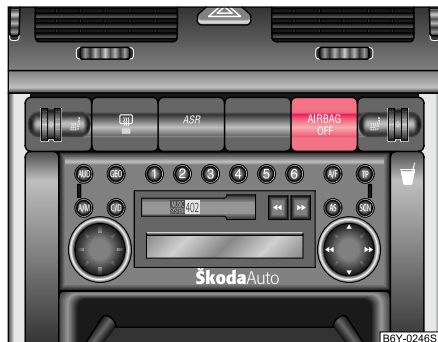

Fig. 106 Témoin de contrôle pour la désactivation de l'airbag du passager avant
- Le contact étant mis, vérifiez si le témoin de contrôle de l'airbag **AIRBAG OFF** s'allume au centre du tableau de bord ⇒ fig. 106.
- Le contact étant mis, vérifiez si le témoin de contrôle de l'airbag **AIRBAG OFF** ne s'allume pas au centre du tableau de bord ⇒ fig. 106.
Les témoins de contrôle ne s'allument pas dans la partie centrale du tableau de bord ⇒ fig. 106.